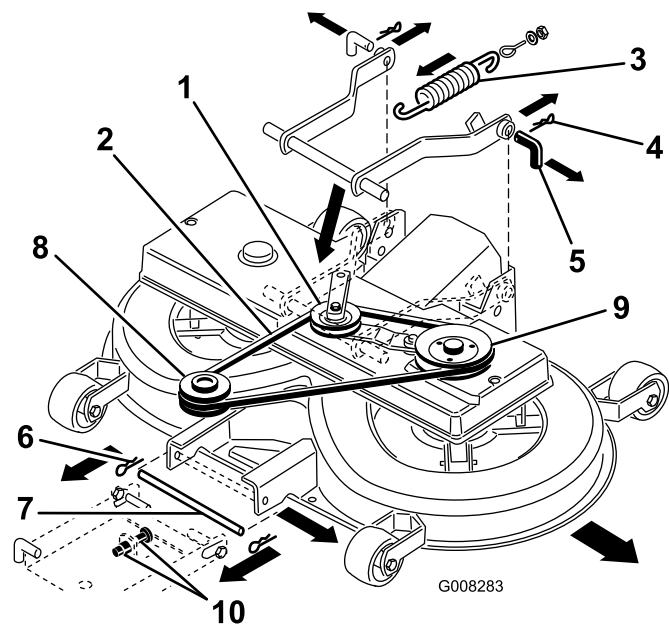

Figure 43
8. Tirez l'ensemble bras de tension vers l'intérieur et ôtez la courroie trapézoïdale de la poulie (Figure 43).
9. Décrochez le ressort du levier d'engagement (Figure 43).
11. Retirez les goupilles fendues des 2 goupilles arrière et enlevez ces dernières (Figure 43).
12. Retirez la goupille fendue de la goupille avant et enlevez cette dernière (Figure 43).
13. Enlevez la courroie trapézoïdale de la poulie du moteur (Figure 43).
7. Placez la goupille inférieure de la suspension de réglage avant dans la position inférieure des fentes, en réglant les 2 écrous (M12) sur la suspension avant (Figure 43).